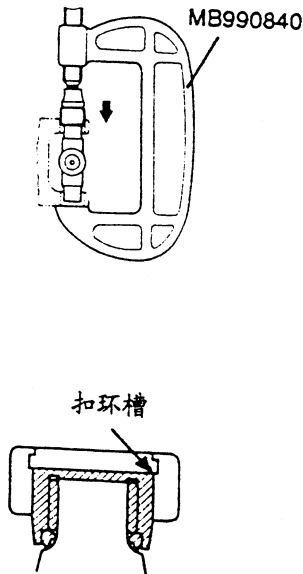

图 4-86 用专用工具将万向接头轴承压入颞形接头上
- (1) 如图 4-86 所示，用专用工具 MB990840 将万向接头轴承压入颞形接头上直到完全现出卡环槽。